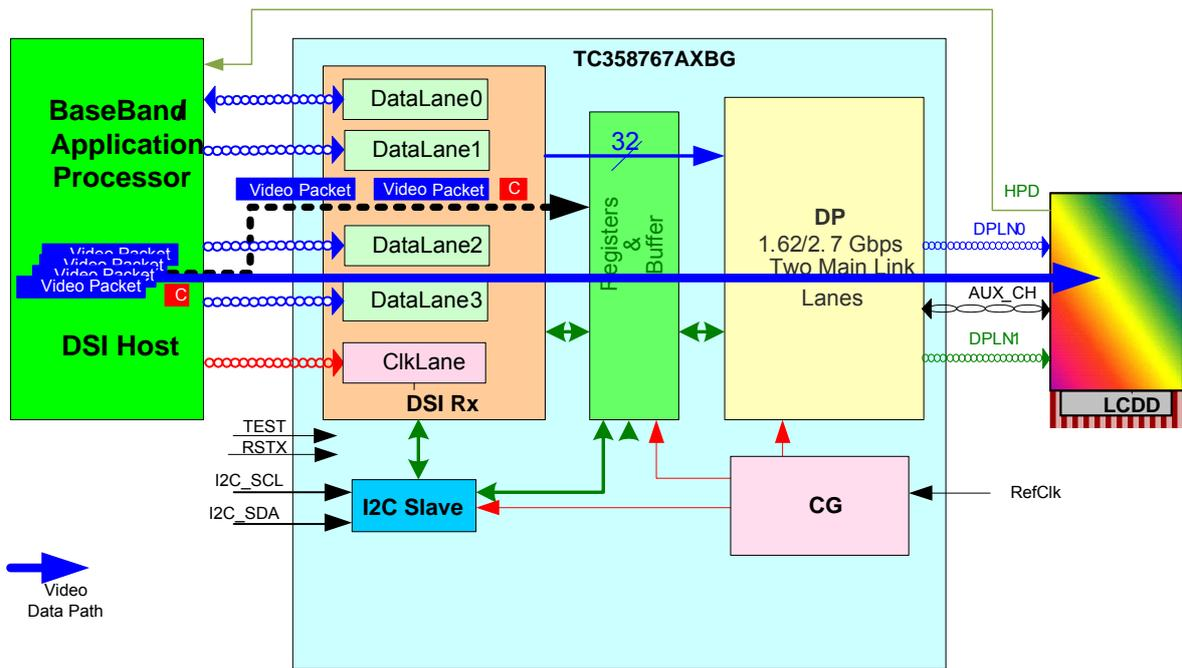

图 1.1 系统概览 (TC358767AXBG 处于 MODE_S21 配置)
- Mode_S21: 图 1.1 所示常用 TC358767AXBG 的系统配置。
- Figure 1.1 在这种配置中, TC358767AXBG 可支持分辨率达 WUXGA (1920×1200) @ 24bit, 60 fps 或 WUXGA (1920×1200) @ 18bit, 60 fps 的显示效果。视频源来自 DSI 主机。